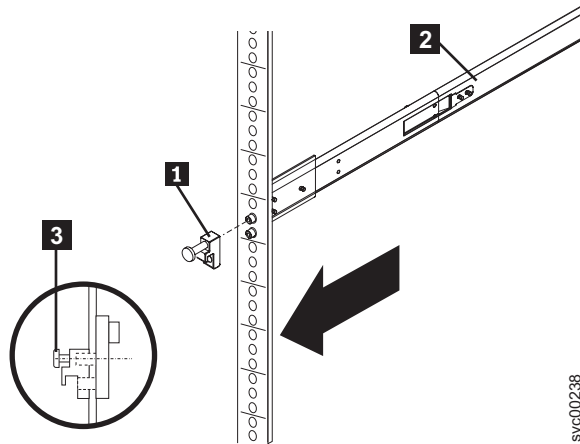

図 80. レール前面にラッチ受け座を取り付ける方法
5. 一方のラッチ受け座 **1** を、423 ページの図 80 に示すように、右側レール **2** の前面に取り付けます。この際、拘束ねじ **3** を使用します。このねじを締める場合は指だけを使用します。同じ方法で左側レールの前面にもう一方のラッチ受け座を取り付けます。